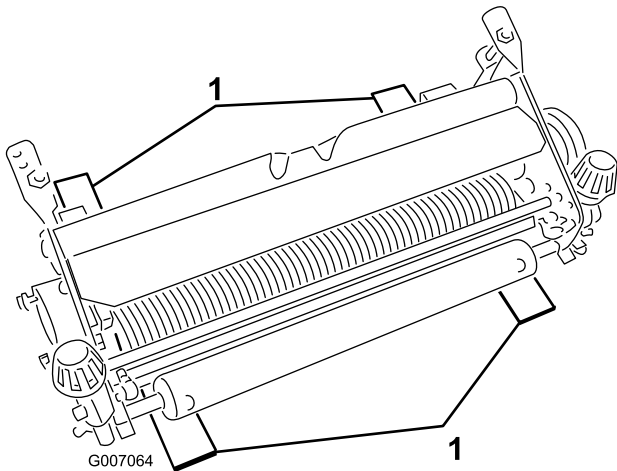

Bild 3
2. Legen Sie vier Messlehren mit der gewünschten Bodeneindringung des Messers unter die vordere Rolle und die Hinterräder des Vertikutiergeräts (Bild 3).